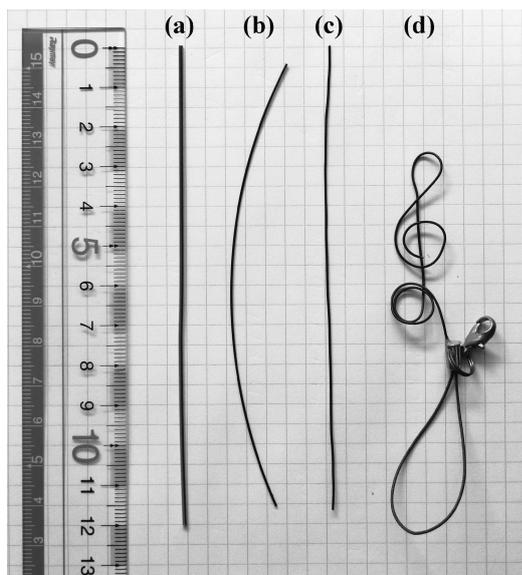
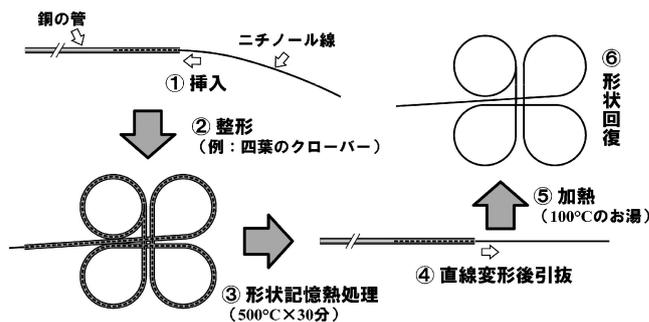
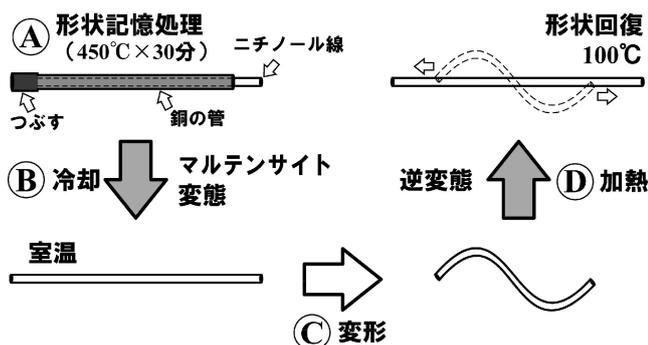

図1 実験用試料と完成品の一例 (a) 銅製パイプ, (b) ニチノール線(伸線加工上り), (c) ニチノール線(直線記憶), (d) ト音記号(完成品).
図3 体験実験の概要.
図2 導入実験の概要.
いて、通電加熱によって形状が回復する様子や、ニチノール薄板の2方向の形状回復について観察・体験してもらい、テーマに対する興味を深めてもらいます。実験には、(株)古河テクノマテリアルより提供して戴いた、直径0.6mmのニチノールの線材を用いました。12～15cm程度に切断し、参加者に、伸線加工上りのワイヤー(図1(b)、形状未記憶材)と事前に直線状に形を記憶させたワイヤー(図1(c)、直線記憶材)をそれぞれ1本ずつと、高温での形状記憶処理に用いる長さ12～15cm、内径1mmの銅製パイプ(図1(a))を配布します。体験実験を始める前に導入実験を行います。図2(A)のように、銅製パイプに図1(b)のワイヤーを挿入して、まっすぐにした状態で450°C程度の温度で熱処理後冷却し(図2(B))、マルテンサイト変態させたものが、図1(c)の直線記憶ワイヤーであることを説明します。その後、図2(C)のようにワイヤーを自由に曲げてもらって、それをお湯に放り込みます(図2(D))。曲がっていたワイヤーが勢い良くまっすぐに
- (1) ニチノールワイヤー(直線記憶材)の形を変える.
- (2) お湯に入れて形状が元に戻る様子を観察する.
- (3) いろんな形状記憶合金に触ってみる.
子ども科学キャンパスの体験実験では, 図3に示した概要の①から⑥までのそれぞれの過程で, ニチノールの金属の内部に生じる結晶構造の変化を理解し, 形状記憶効果が現れるメカニズムについて考えます.
実験Ⅱ: ニチノール線に形状を記憶させる(図3①~③形状記憶処理)
- (1) ニチノールワイヤー(形状未記憶材)を銅のパイプに入れる(図3①).
- (2) 自分の好きな形に変形する.(例: 図3②四葉のクローバー. その他, 渦巻き, ばね, ト音記号(図1(d))など, 角の無い形が好ましい.)
- (3) 500°Cの電気炉に入れて30分間熱処理する(図3③).
(3) 変形と逆変態⇒形状回復(図3の④~⑥)
(4) 形状記憶熱処理(図3の①)